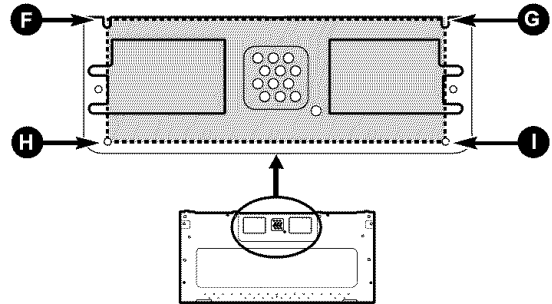

Figura 28
2. Con un lápiz, marque con puntos a través de las ranuras “F” y “G” y a través de los agujeros “H” e “I”. Quite la placa de montaje y trace una línea que pase por esos puntos. Esto le precisará el tamaño y ubicación del corte para la caja para el conducto de la parte posterior. Vea la **Figura 28**.